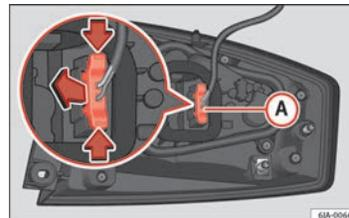

Fig. 157 Connettore del fanale nella parte posteriore del fanale di coda
- Scollegare il connettore A ⇒ fig. 157 del fanale azionando le leve laterali dello stesso (freccie) e tirando il connettore verso l'esterno.